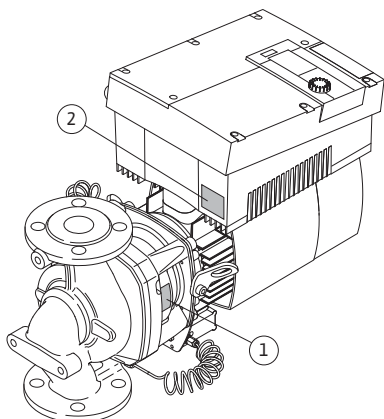

Fig.11: Tyypikilpien sijainti: pumpun tyypikilpi, elektroniikkamoduulin tyypikilpi
- Pumpun tyypikilvessä (Fig. 11, kohta 1) on sarjanumero (Ser.-No.../...), jota tarvitaan esim. varaosatilauksessa.
- Elektroniikkamoduulin tyypikilvessä (elektroniikkamoduuli = invertteri tai taajuusmuuntaja) (Fig. 11, kohta 2) on käytettävän elektroniikkamoduulin nimitys.